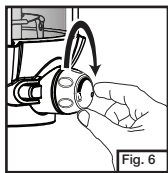

Fig. 6
- Réglez la commande à l'arrêt. (Fig. 6)